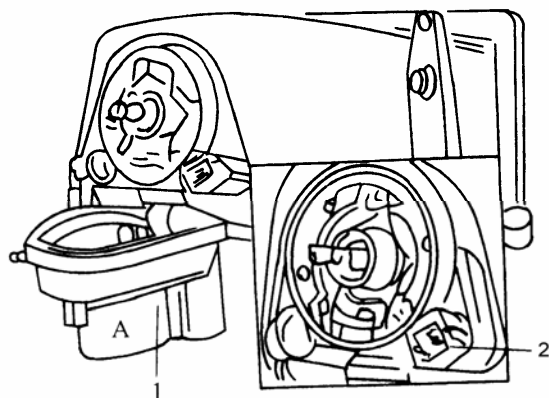

图 9-84 前照灯罩 A 的拆卸
- 1) 打开发动机盖后, 拆下前灯罩盖 A (图 9-84)。